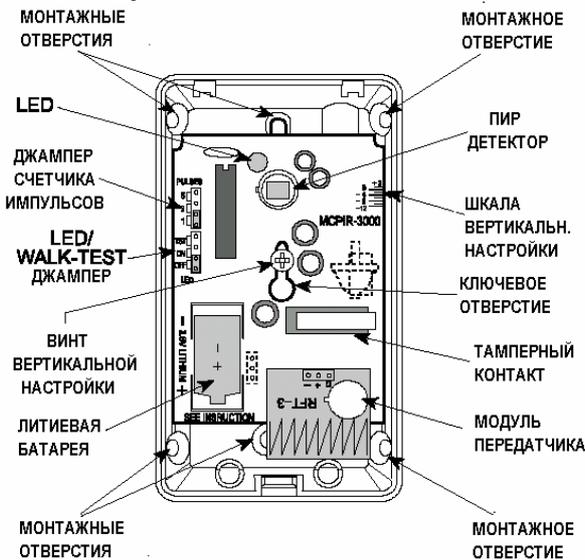

Рисунок 3. Расположение элементов.
- Установите батарею в держатели – соблюдая полярность (см. Рисунок 3)
Примечание: Для монтажа на стену используйте центральные отверстия. Для монтажа в углу используйте отверстия на угловых стенках корпуса (см. рисунок 3).